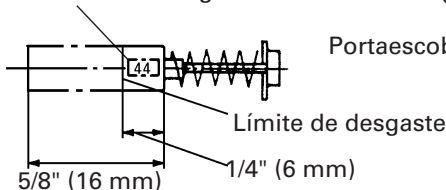

Fig. 13
2. Inspección de las escobillas de carbón (Figs.13 y 14)
Si las escobillas se desgastan excesivamente, podrían producirse averías en el motor. Por consiguiente, inspeccione periódicamente las escobillas, y reemplácelas cuando lleguen a la línea de límite de desgaste, como se muestra en la Fig.13.